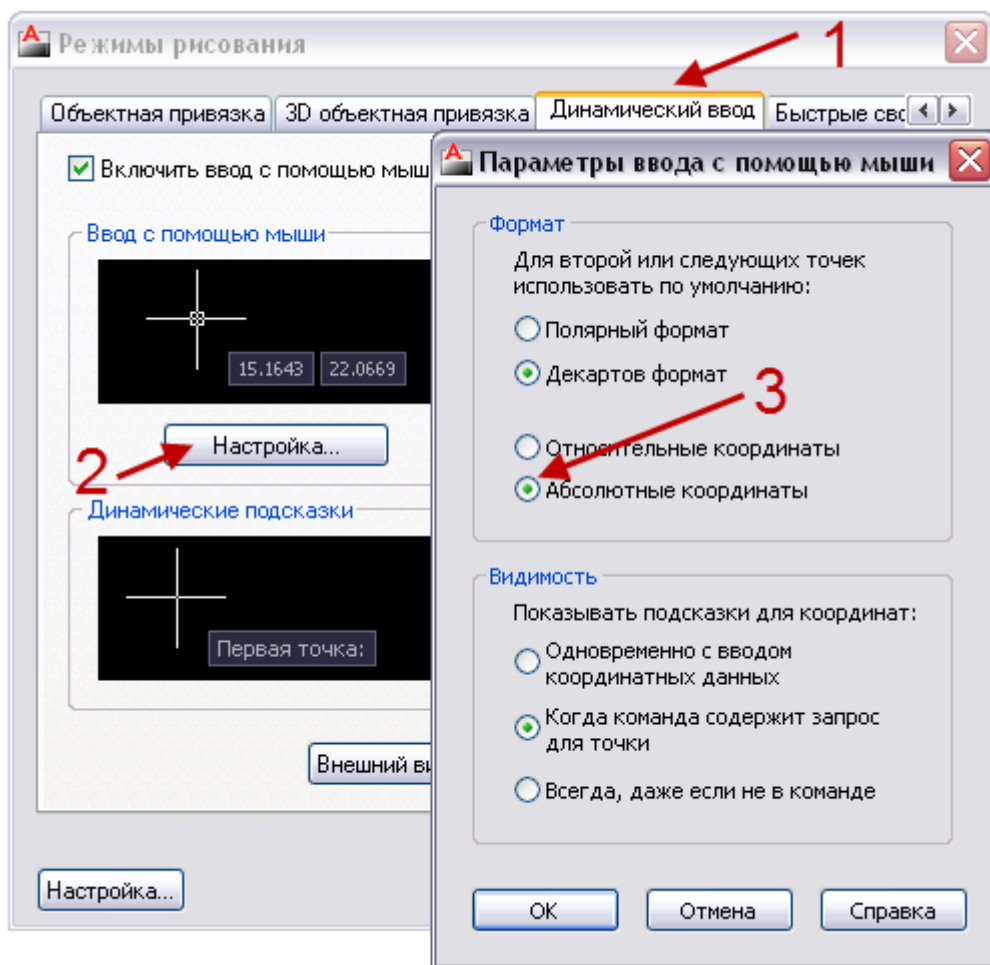

Рис. 5. Окно **Режимы рисования**
В открывшемся диалоговом окне **Режимы рисования** выберите вкладку **Динамический ввод** → (1) (рис. 5). Затем нажмите клавишу **Настройка** →(2). В поле **Формат** выберите **Декартов формат** и **Абсолютные координаты** →(3).